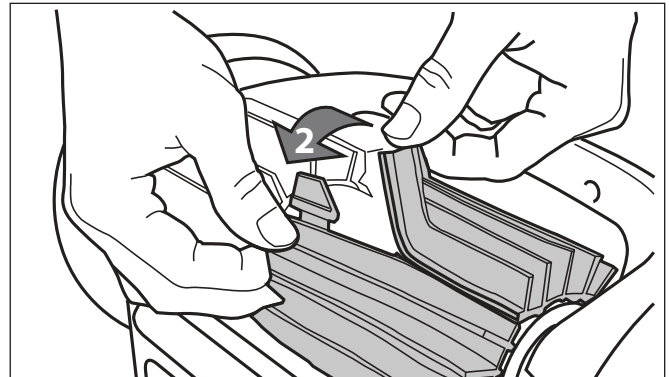

Figure 21. Enlever les onglets de la brosse
- Séparer les bords de la brosse et défaire les onglets (Figure 21). Enlever les brosses usées.